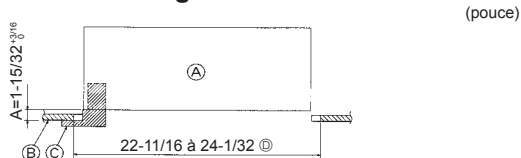

Fig. 5-2
②	Vis avec rondelle	4	M5 × 0,8 × 28 (mm)
③	Jauge	1
④	Fil de jonction pour le récepteur de signal	1	Fourni avec le récepteur de signal.
⑤	Fil de jonction pour le capteur i-See	1	Fourni avec le capteur i-See.
⑥	Fixation	2	Fourni avec le récepteur de signal.
⑦	Fixation	2	Fourni avec le capteur i-See.
⑧	Télécommande sans fil	1	Fournie s'il s'agit d'un modèle avec télécommande sans fil.
⑨	Support de la télécommande	1	Fournie s'il s'agit d'un modèle avec télécommande sans fil.
⑩	Piles LR6 AA	2	Fournie s'il s'agit d'un modèle avec télécommande sans fil.
⑪	Vis autotaraudeuses 3,5 × 16 mm	2	Fournie s'il s'agit d'un modèle avec télécommande sans fil.
5.2. Préparatifs préalables à la fixation de la grille (Fig. 5-2)